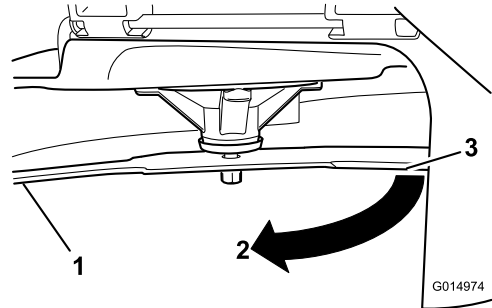

Figura 59
4. Gire la misma cuchilla 180 grados de manera que el otro extremo esté en la misma posición (Figura 59).